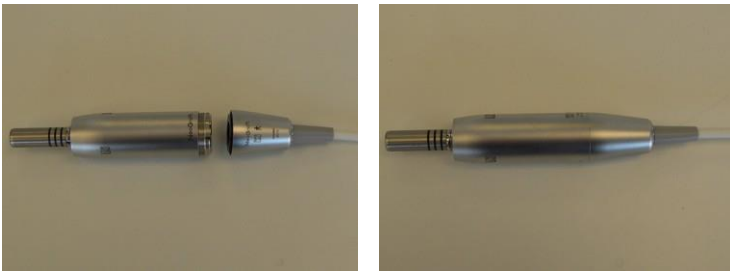

Figura 3-49. Introducción del rotor de la pieza manual en el conector del cable de la pieza manual
5. Introduzca el rotor de la pieza manual en el conector del cable de la pieza manual, como se muestra en la Figura 3-49.